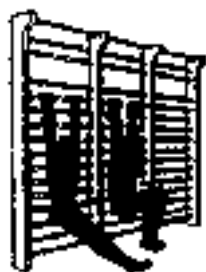

Рис. 21.
1. И.п. - В висе присев медленное разгибание ног вперед, сколь-зя ступнями по полу, и возвращение в и.п (рис. 21). К.п. – 20.